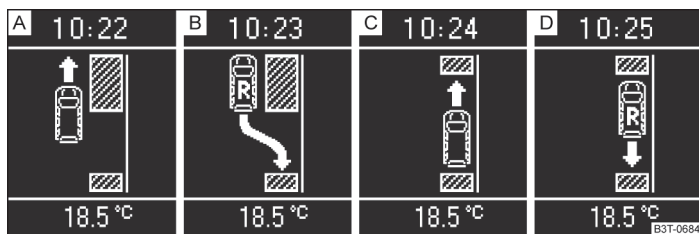

Fig. 139 Afişări pe ecranul panoului de bord
Când sistemul a recunoscut un spațiu de parcare adecvat, spațiul de parcare se afișează pe ecran » fig. 139 .
- Continuați deplasarea înainte, până când pe ecran apare afișajul » fig. 139 - .
- Dacă pe ecran clipește săgeata care indică spre înainte » fig. 139 - , cuplați treapta 1 de viteză, respectiv aduceți maneta selectorului de viteze în poziția **D**.
- Dacă pe ecran clipește săgeata care indică înspre în spate » fig. 139 - , cuplați din nou treapta marșarier, respectiv aduceți maneta selectorului de viteze în poziția **R**.